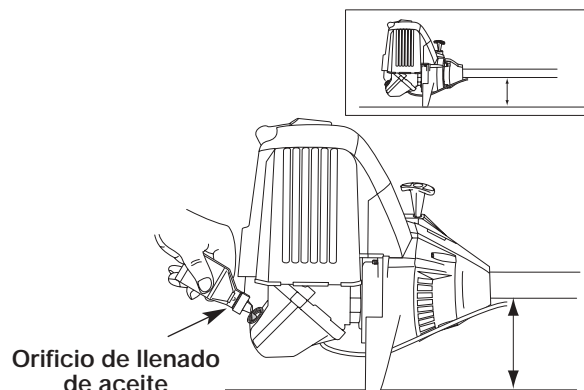

Fig. 18
4. Vierta todo el contenido de la botella de aceite en el cigüeñal (Fig. 18).